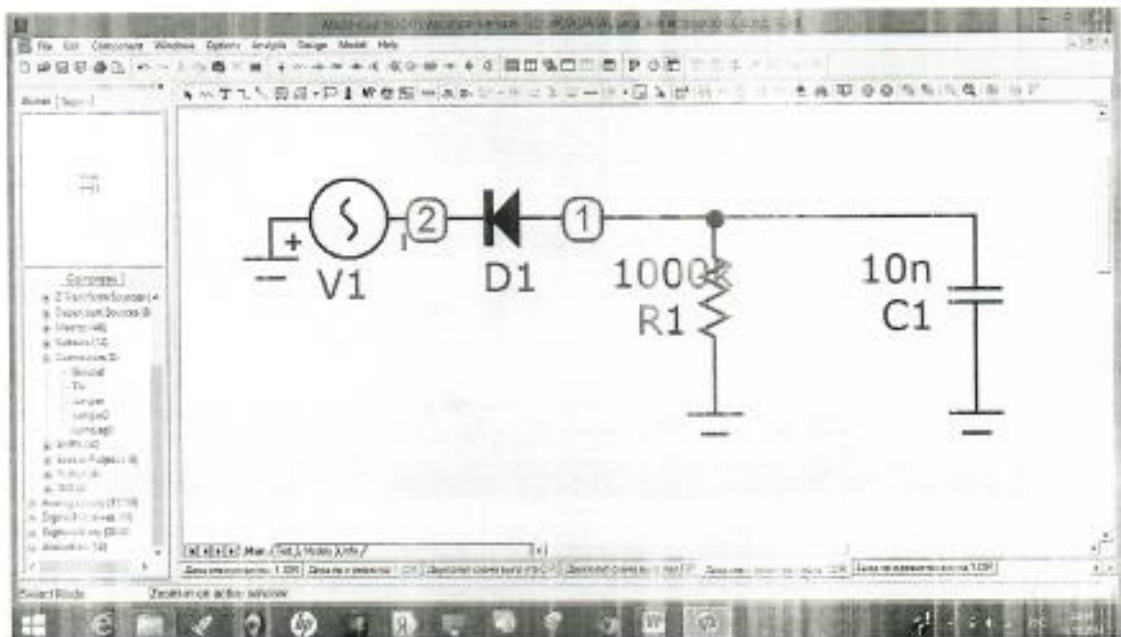

Рис.7.14.Однополупериодная схема выпрямления синусоидального напряжения в постоянное напряжение отрицательной полярности
14. Поместить в рабочее поле экрана из папки DATA однополупериодную схему выпрямления синусоидального напряжения в постоянное напряжение отрицательной полярности **ДИОД ИНВ И РЕЗИСТОР С КОНД 1** (рис. 7.14). Вывести на печать.